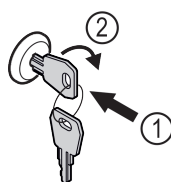

Fig. 165 Simbolična slika
- Vstavite ključ Fig. 165 (1).
- Ključ obrnite v smeri urnih kazalcev za 90° Fig. 165 (2).